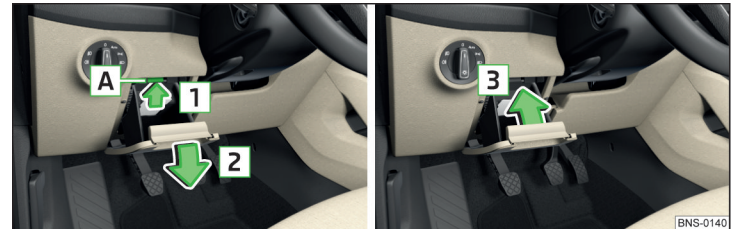

Abb. 368 Ablagefach auf der Fahrerseite
- Die Sicherung **A** in Pfeilrichtung **1** » Abb. 368 drücken und das Fach in Pfeilrichtung **2** aufklappen.